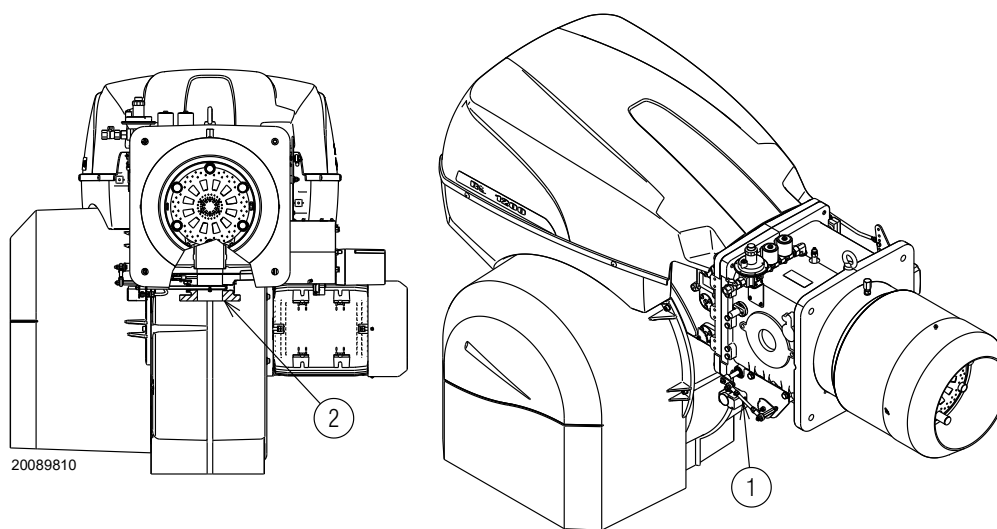

Fig. 18
Presión de gas en la toma 1)(Fig. 18 en la pag. 20), con:
Pérdida de carga válvula de mariposa del gas 2)(Fig. 18 en la pag. 20) con abertura máxima: 90°.
- restar a la presión del gas en la toma 1)(Fig. 18 en la pag. 20) la presión de la cámara de combustión.
Presión de gas en la toma 1)(Fig. 18) = 41,9 mbar
Para conocer la presión del gas necesaria en la toma 1)(Fig. 18), fijada la potencia máxima de modulación a la cual se desea que funcione el quemador:
- Leer a la derecha, columna 1, la presión en la toma 1)(Fig. 18).
presión necesaria para la toma 1)(Fig. 18).